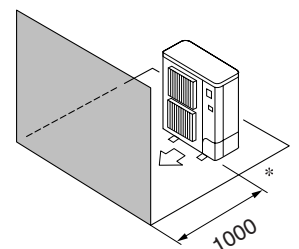

Fig. 2-5
- ④ Obstáculos apenas na parte da frente (Fig. 2-5)